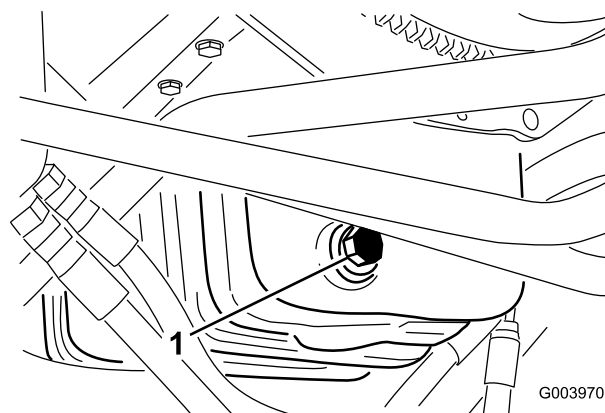

Figura 40
1. Retire o tampão de escoamento (Figura 40) e deixe o óleo escorrer para um recipiente adequado.